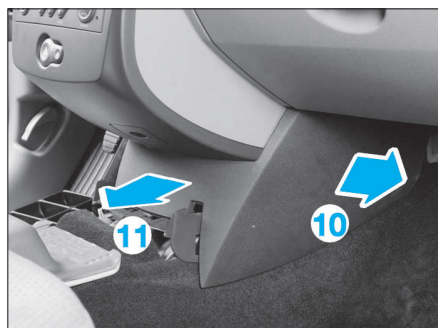

FIG. 46
- Déclipser la garniture en (10) et (11) (Fig.46).